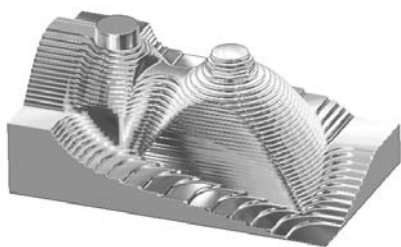

图 3-42 粗加工切削仿真结果
2) 在 PowerMILL 的 ViewMILL 工具栏中, 单击开/关 ViewMILL 按钮  以及光泽阴影图像按钮 , 进入真实实体切削仿真状态。在 PowerMILL 仿真控制工具栏中单击运行按钮 , 系统即进行仿真切削, 其结果如图 3-42 所示。
使用大直径的刀具对零件进行第一次粗加工后, 零件上的一些角落及狭长槽部位会因为刀具直径过大而切不进去, 加工不到, 从而会残留较多余量, 对后续的精加工造成余量不均匀的后果, 直接影响到精加工表面质量。图 3-42 所示粗加工仿真结果, 在两灯泡安装壳之间的区域, 残留了大量余量, 如果此时就使用较小的球头刀具进行精加工, 很容易出现加工表面质量不高、刀具折断、机床过渡振动等问题。